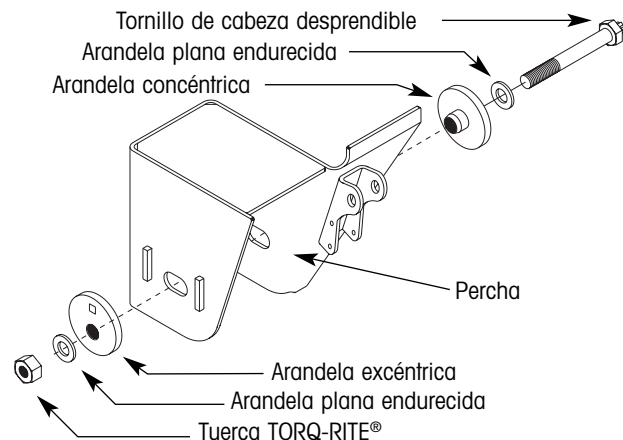

Figura 4. Conexión pivote QUIK-ALIGN
**Conexiones Pivote Tipo QUIK-ALIGN (figura 4):**